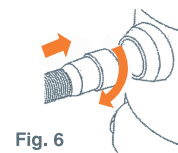

Fig. 6
Inserte la manguera (10) en el conector (9) y atornille hasta que se fije firmemente (Fig.6).